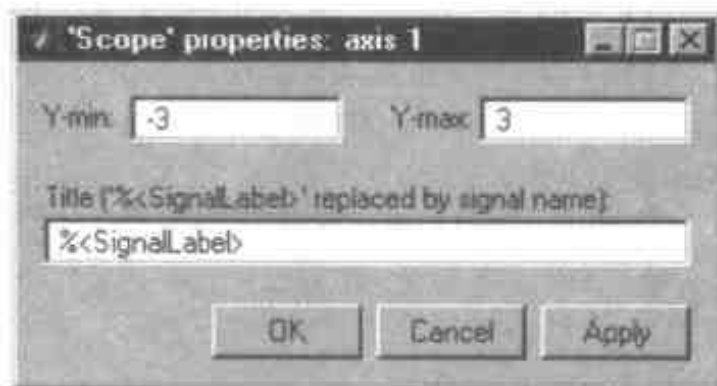

图 7.21 Scope 模块的属性对话框
(2) Y 坐标限。用户在某个坐标上使用鼠标右键点击, 然后选择“Properties...”就出现图 7.21 所示的对话框。